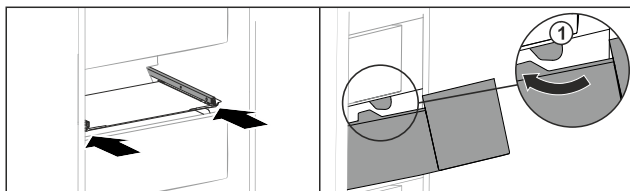

Fig. 146
- Ved'te zásuvku podél zářezů Fig. 146 (1).